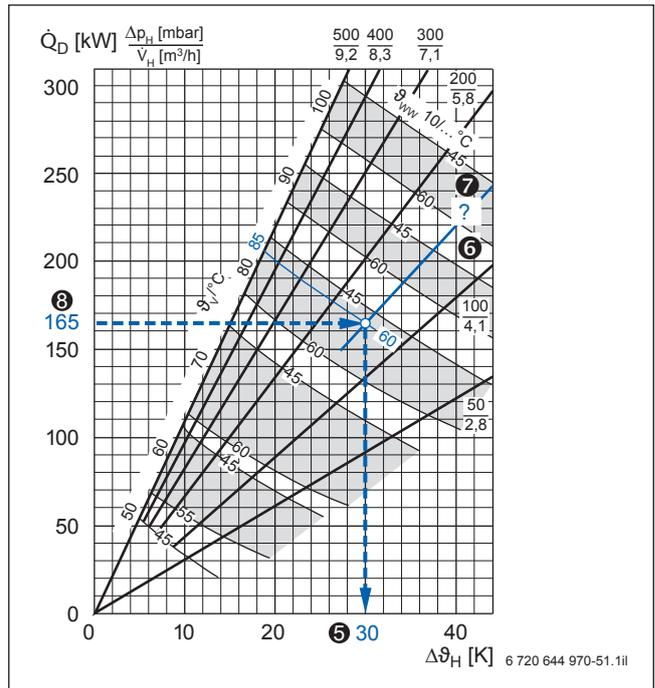

Bild 64 Warmwasser-Dauerleistung Logalux LTH750 und LTH950; Beispiel blau hervorgehoben (Vorlage → Bild 88, Seite 115)
Gemäß dem ermittelten Speicherinhalt ❸ wird der Warmwasserspeicher Logalux L2TH1900 ❹ ausgewählt. Dieser Doppelspeicher besteht aus 2 Warmwasserspeichern Logalux LTH950. Für die geforderte Vorlauftemperatur von 85 °C ist somit in das Dauerleistungsdiagramm des Warmwasserspeichers Logalux LTH950 eine Hilfslinie für eine Warmwasser-Austrittstemperatur von 60 °C einzutragen. Diese Hilfslinie ergibt sich als gemittelte Linie zwischen der Kurve $\vartheta_{WW} = 10/60\text{ °C}$ des Feldes $\vartheta_V = 80\text{ °C}$ und der Kurve $\vartheta_{WW} = 10/60\text{ °C}$ des Feldes $\vartheta_V = 90\text{ °C}$ (Beispiel → Bild 64). Die heizwasserseitige Temperaturdifferenz ❺ bei einer Warmwasser-Dauerleistung von $\dot{Q}_D = 165\text{ kW}$ ❸ (pro Speicher) ist ablesbar. Der Volumenstrom ❻ und der heizwasserseitige Druckverlust ❼ sind nicht exakt aus dem Dauerleistungsdiagramm zu bestimmen.